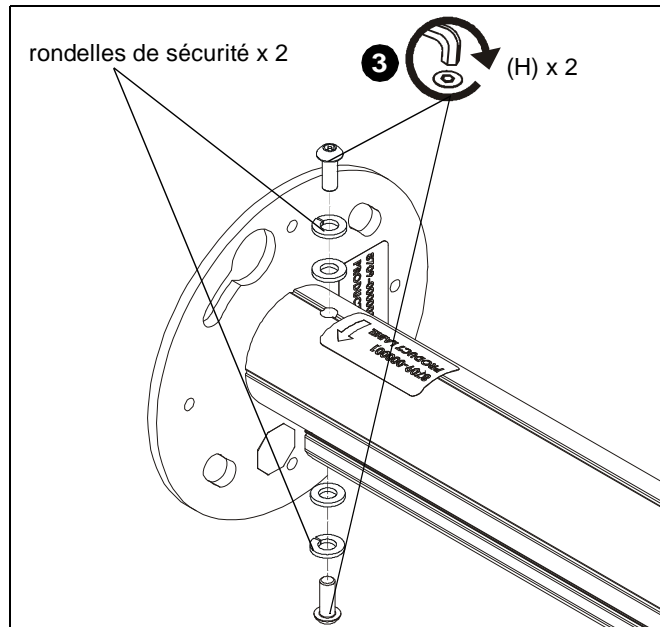

Figure 3
3. Utilisez deux vis de sécurité (H) M6 x 16 mm et des rondelles retirées à l'étape 2 pour fixer la colonne de montage de série KITEC/KITMC à la plaque adaptatrice. (Voir la Figure 3)
IMPORTANT ! : Les rondelles doivent être installées à nouveau dans le même ordre, les rondelles de sécurité étant plus proches des tête des vis. (Voir la Figure 3)